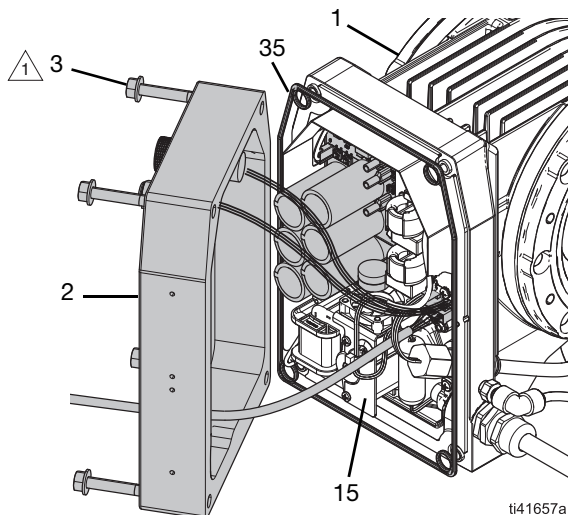

FIG. 2: Deksel på styreenhet
3. Fjern forsiktig kontrolldekslet (2):
- a. Vipp forsiktig kontrolldekslet (2) bort fra styreenheten (15). Se FIG. 2.
- b. Koble fra alle ledninger fra kontrolldekslet (2) til styreenheten (15). Se **Koblings skjema**, side 44.
3. Installer kontrolldekslet (2):
- a. Hold forsiktig kontrolldekslet (2) litt skrått mot styreenheten (15). Se FIG. 2.
- c. Koble alle ledningene fra kontrolldekslet (2) til styreenheten (15). Se **Koblings skjema**, side 44.